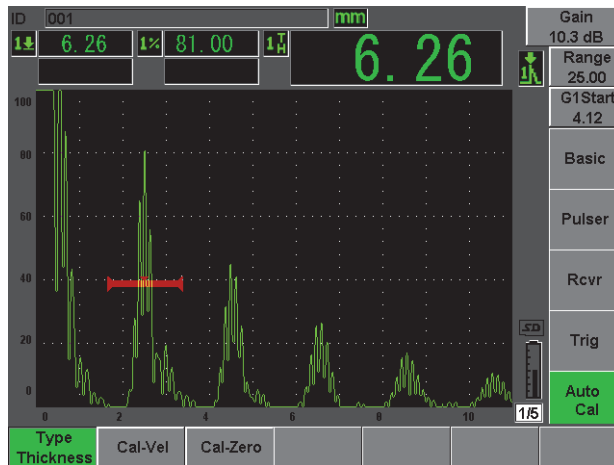

Abbildung 2-13 Menü Auto Cal (automatische Justierung)
4. Das Menü **Auto Cal** (automatische Justierung) anwählen (siehe Abbildung 2-13 auf Seite 51).